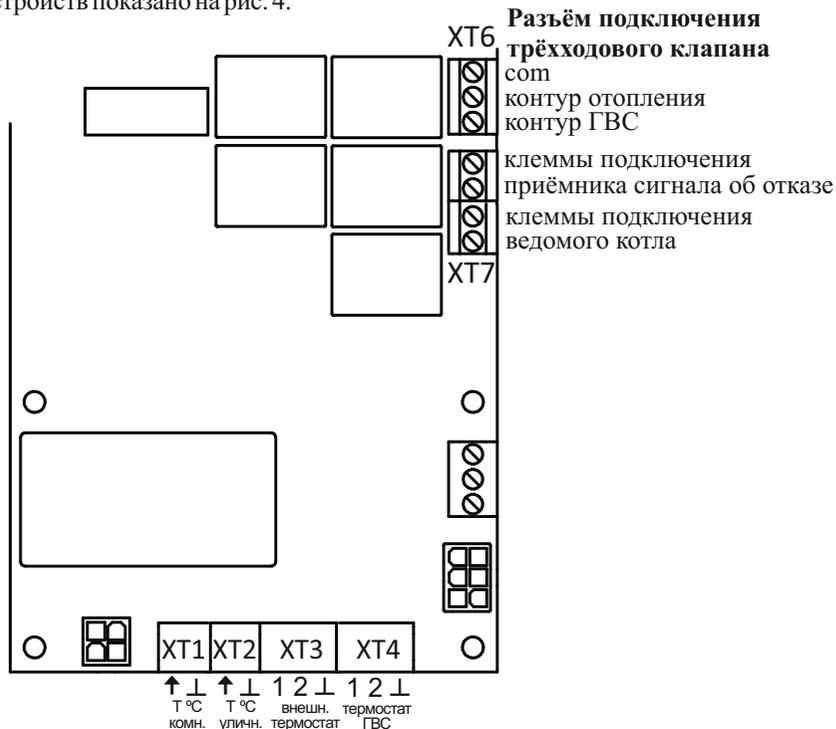

Рисунок 4.
4.5 Плата управления содержит миниатюрные винтовые клеммные колодки для подключения как датчиков температуры воздуха, входящих в комплект прибора, так и других внешних устройств. Расположение разъемов для подключения к прибору внешних устройств показано на рис. 4.
4.5.3 **разъём ХТ3** предназначен для подключения внешнего термостата, ведущего котла или интеллектуального термостата MY HEAT GSM, MY HEAT SMART или их аналогов. Для включения нагрева крайние контакты разъёма (1 и ⊥) должны замкнуться, для отключения — разомкнуться. Трёхпроводной термостат следует подключить в соответствии с рис. 4. В случае применения нормально замкнутого (нагрев до размыкания) двухпроводного внешнего воздушного термостата (или ведущего котла), подключаемого к контактам 1 и 2, контакты 2 и ⊥ должны быть соединены перемычкой. Срабатывание термостата вызовет отключение нагрева.
4.5.4 **Разъём ХТ4** предназначен для подключения устройства контроля температуры косвенного водонагревателя. В качестве устройства может выступать трёхконтактный термостат (подключаемый в соответствии с рис. 4), нормально замкнутый (нагрев до размыкания) двухконтактный термостат (подключаемый к контактам 1 и ⊥) или NTC-датчик 10 кОм (подключаемый к контактам 2 и ⊥). В зависимости от температуры воды в косвенном водонагревателе производится переключение трёхходового электромагнитного клапана, подключенного к разъёму ХТ6, на подачу потока теплоносителя в теплообменник косвенного водонагревателя или обратно в контур отопления и изменение температуры уставки теплоносителя на максимально разрешенную (см. п. 7.4.2.4) или обратно на необходимую для нормальной работы системы отопления.